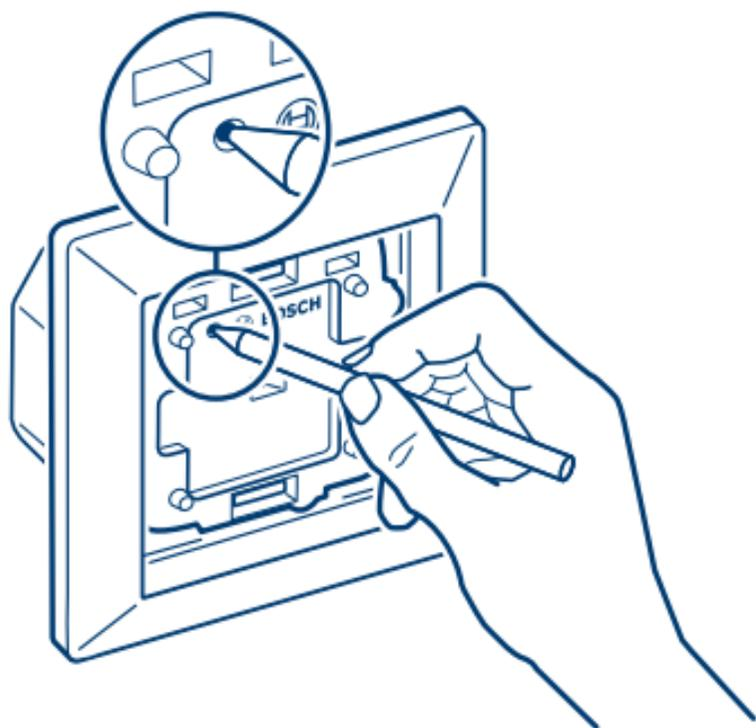

Abbildung 3
**i** Sobald die Rolladensteuerung am Stromnetz angeschlossen ist, startet der Anlernmodus und ist für 3 Minuten aktiv. Sollte die Zeit verstrichen sein, bevor Sie das Gerät in der App anlernen konnten, drücken Sie kurz die Systemtaste A für erneuten Start (s. Abbildung 3). Das gilt auch, wenn die Rolladensteuerung innerhalb von 3 Minuten keine Verbindung zum Smart Home Controller aufnehmen konnte.